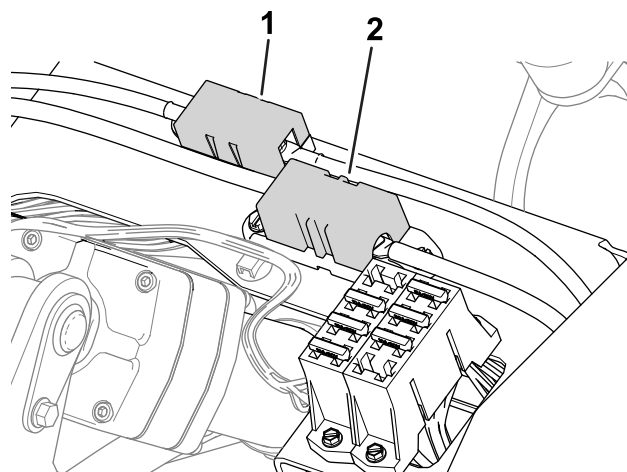

Figure 60
- Les fusibles de l'alternateur (100 A) et du moteur de roue droite (60 A) se trouvent sous le siège (Figure 60).